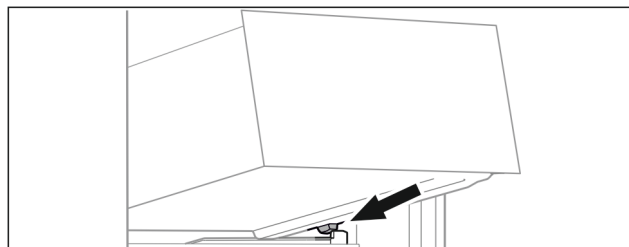

Fig. 32
- ▶ Nasadte zásuvku šikmo za zarážky na žebrování na nádoby. (viz Fig. 32)